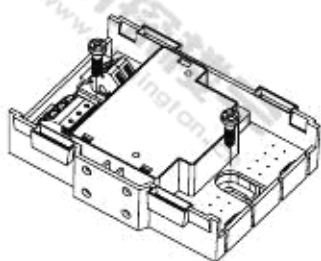

图 1
- 表面安装 (图 1)
1. 将模块放置在平整表面 (图 1)。